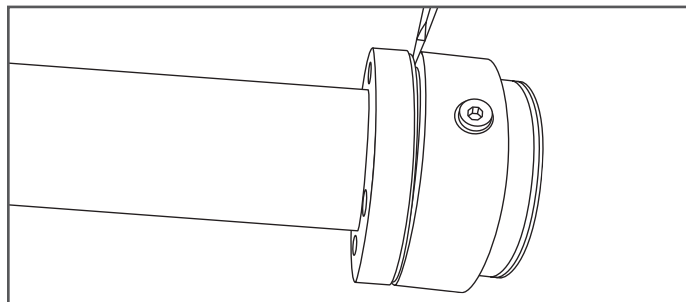

Figure 8-4
4. Retirez la partie arrière du raccord DoubleTrac® à l'aide d'un tournevis plat ou d'un levier plat (Figure 8-4).